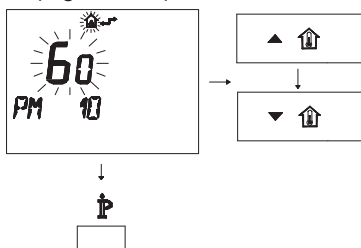

Figura 5.53
- Per modificare il SET programmato agire sui pulsanti **▲** o **▼** e aspettare che il numero programmato cominci a lampeggiare (Figura 5.53).